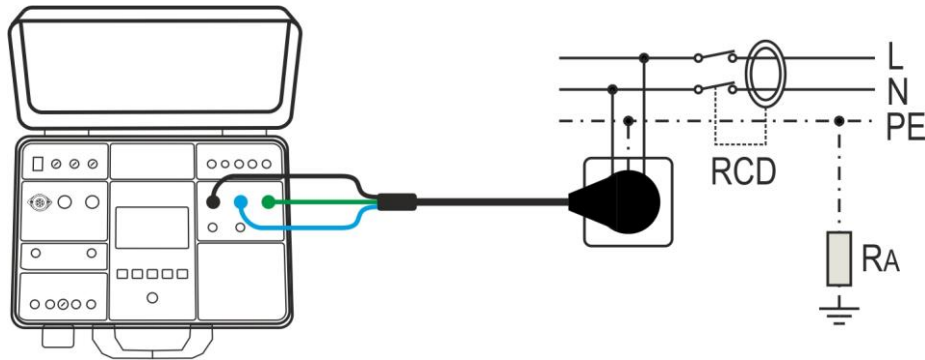
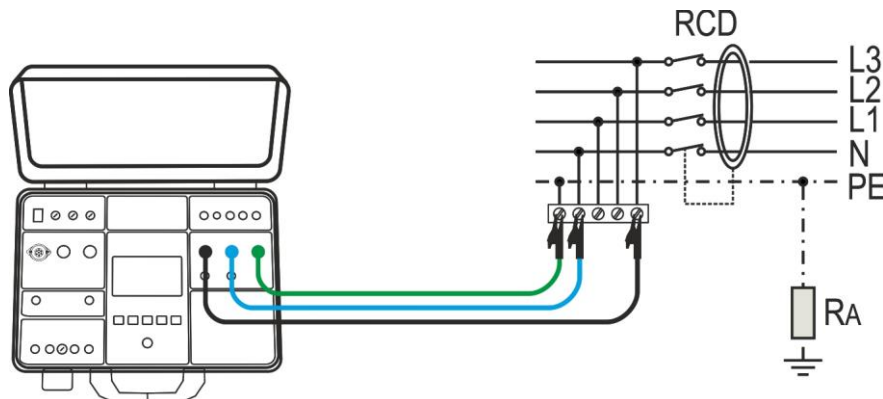

Fig. 42: Collegamento dello strumento con cavo di prova con spina Schuko
Fig. 43: Collegamento dello strumento con terminali di misura
7. Selezionare la schermata di misura premendo il tasto virtuale  (4) e controllare nuovamente tutte le impostazioni
8. Collegare i terminali di misura o il cavo con spina Schuko come mostrato nelle seguenti Fig. 42 e Fig. 43